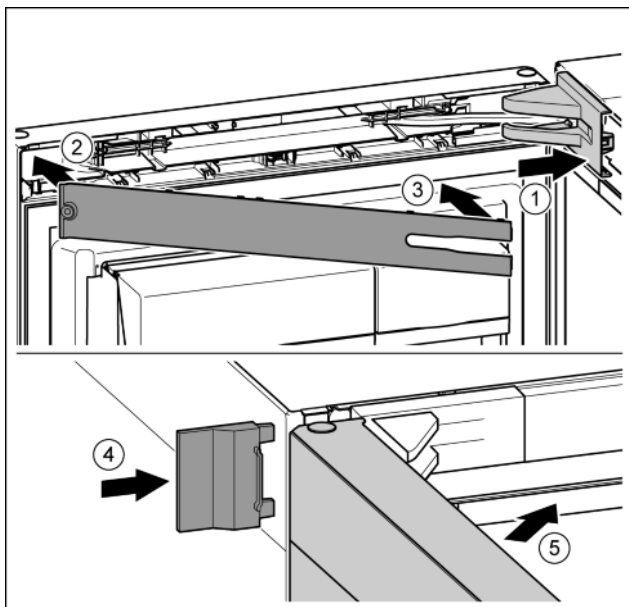

Fig. 22
- ▶ Afdekking van de lagerbus aanbrengen en vastklikken, en indien nodig, voorzichtig uit elkaar drukken. *Fig. 22 (1)*
- ▶ Paneel aanbrengen. *Fig. 22 (2)*
- ▶ Paneel naar binnen draaien en vastklikken. *Fig. 22 (3)*
- ▶ Buitenste afdekking erop schuiven. *Fig. 22 (4)*
- ▶ Bovenste deur sluiten. *Fig. 22 (5)*